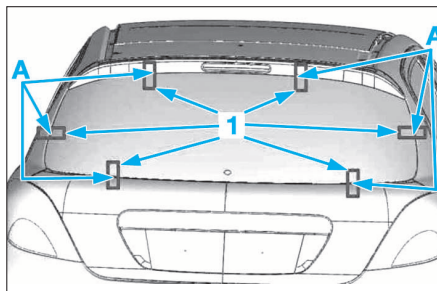

FIG. 116
- Apposer des bandes témoins (1) en A (Fig.116).